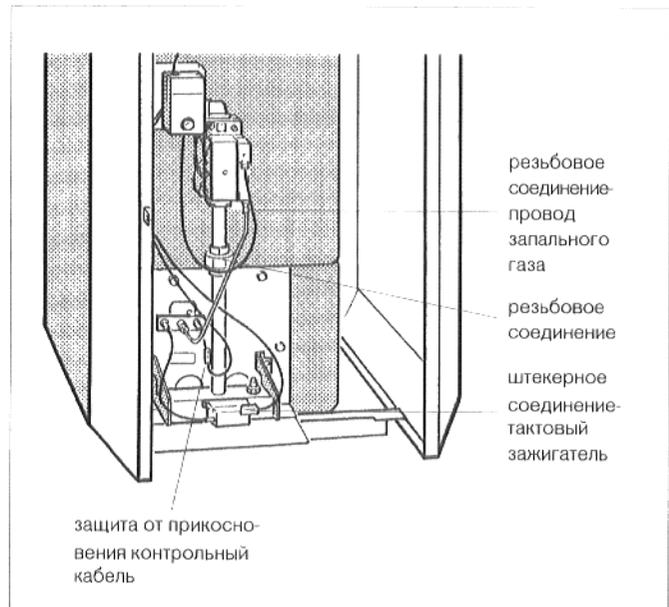

Рис. 42: газовая горелка
- ✦ Ослабить резьбовое соединение запального провода у арматуры (рис. 42).
- ✦ Отделить газовую горелку от арматуры (рис. 42).
- ✦ Устранить защиту от прикосновений у контрольного провода (рис. 42) и разъединить штекерное соединение.
- ✦ Снять штекерное соединение у зажигателя (рис. 42).